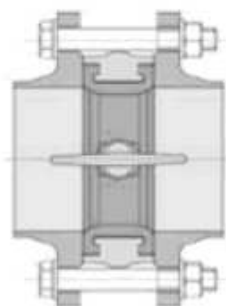

Рис.3
**3)** Отцентрировать поворотный затвор и слегка закрутить болты (шпильки), но не затягивать их. Повернуть диск затвора в положение "полностью открыт" (рис. 3).